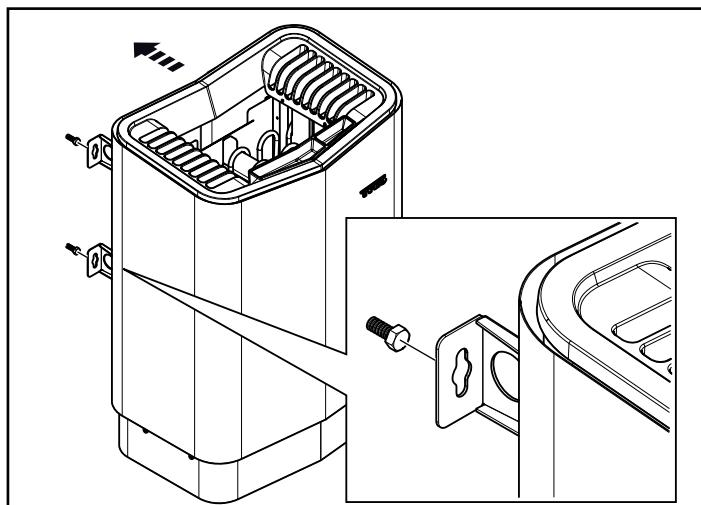

Fig 14: Häg upp aggregatet
9. Häng upp aggregatet på skruvorna se Fig 14.